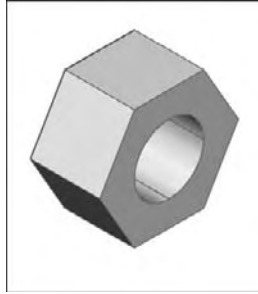

Fig.19.22
- 4] Effectuez une opération booléenne de soustraction entre le polygone et le cercle (fig.19.22).